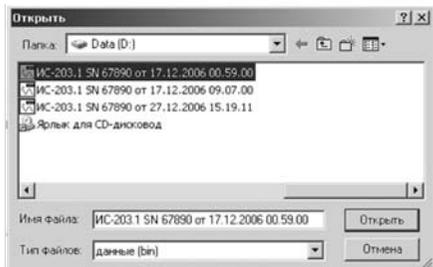

Рис.13
8.2 В окне располагаются 2 кнопки. Кнопка "Открыть файл", открывает файл с расширением *.bin и строит график на основе данных файла. При ее нажатии появляется диалог (рис.13), где пользователь выбирает необходимый ему файл для просмотра, нажимает на "Открыть", после чего и осуществляется построение графика.
8.4 Работа с графиком (рис.13)